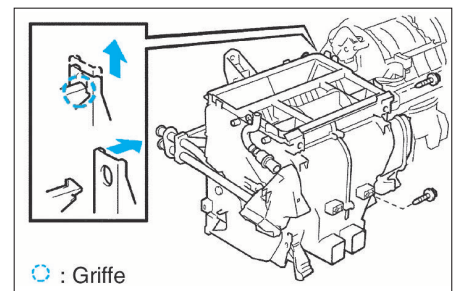

FIG. 18
- Séparer le bloc de chauffage-climatisation de la soufflerie (fig. 18).